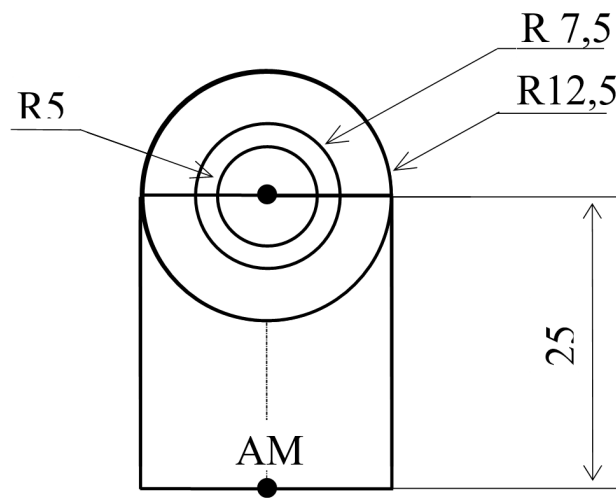

Abbildung 5: Ziel (Abmessungen in cm) für die Regulierung des Schussbildes von AKM; $R=100$ m
- markieren Sie den Testpunkt auf der Scheibe für eine Entfernung von 100 m (siehe Schusstabelle 1). Bei einer Schießentfernung von 100 m liegt die Zielmarke um 25 cm (für AKM ($S=3$)) unter dem Testpunkt (siehe Abbildung 5)